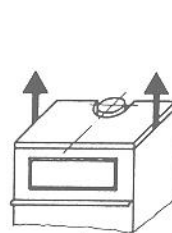

Abb. 6a
- Deckel links und rechts mit beiden Händen fassen und mit kräftigem Zug aus 4 Federklammern lösen (Abb. 6a und 6b).